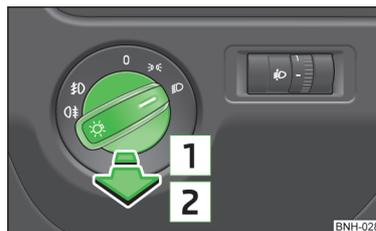

Fig. 23
- Girar el conmutador de luces a la posición ⏏ o ⏏ » fig. 23.
- Girar el conmutador de luces a la posición  o  » fig. 23 de la página 45.